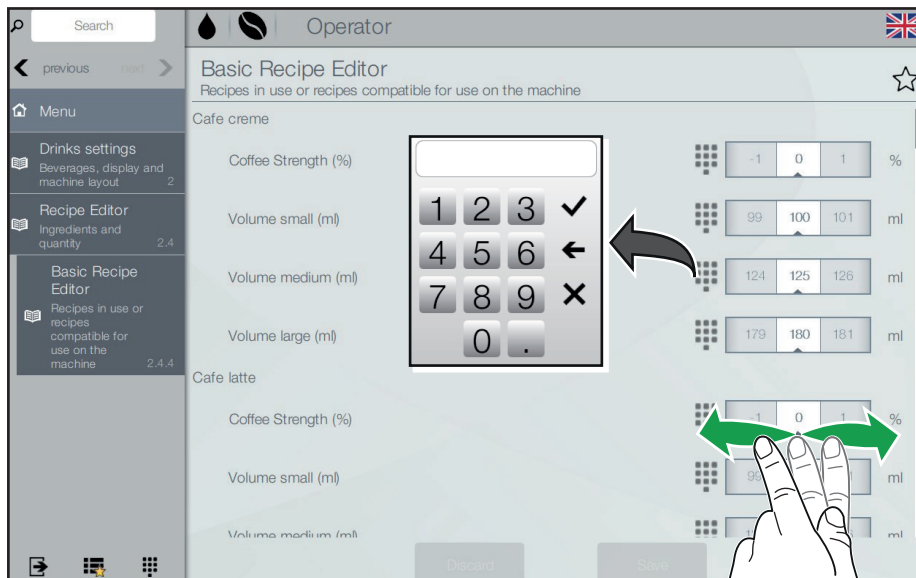

Рис. 6.9 - Изменение рецептов (Объем / Крепость)
- Установить требуемые значения посредством цифровой кнопочной панели или селектора значений (рис. 6.9).